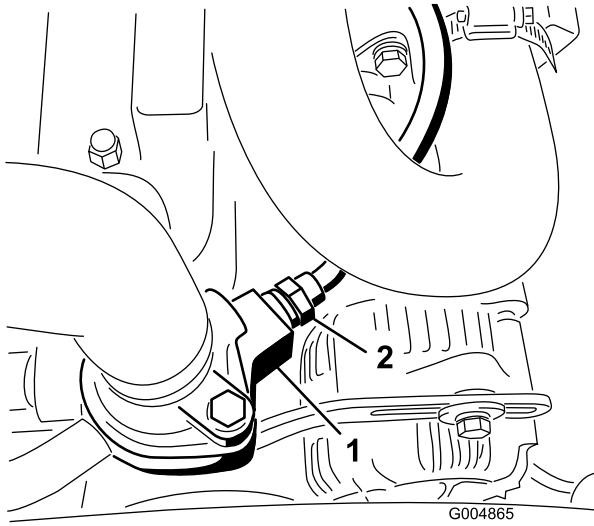

Figure 17
5. Débranchez le fil et déposez le thermocontact du côté droit du boîtier de thermostat du moteur (Figure 17).